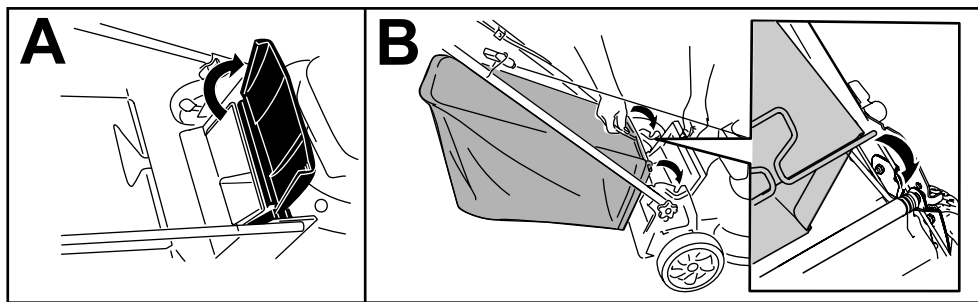

Figure 12
1. Soulevez le déflecteur arrière et gardez-le dans cette position (A de la Figure 12).
2. Montez le bac à herbe en veillant à placer les ergots dans les crans du guidon (B de la Figure 12).